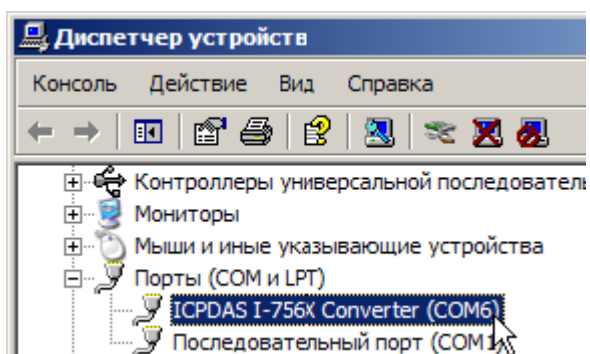

Рис. 6
**Чем больше диапазон скоростей, портов и адресов тем дольше будет происходить поиск контроллера. Как правило, контроллер работает на скорости 115200, а порт можно определить в диспетчере устройств, как показано на Рис. 6**